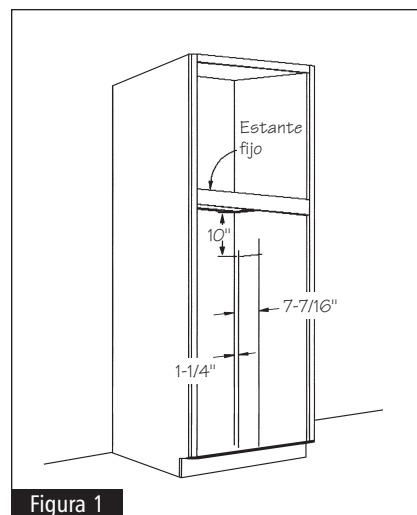

Figura 1
- 1** Marque dos líneas a 1-1/4" y 7-7/16" de distancia de la parte posterior del gabinete en su panel lateral. Asegúrese de que las líneas estén paralelas a la parte posterior del gabinete. Vea la figura 1.
- 2** Marque una línea a 10" del estante fijo. Asegúrese de que la línea esté paralela a el estante fijo. Vea la figura 1.